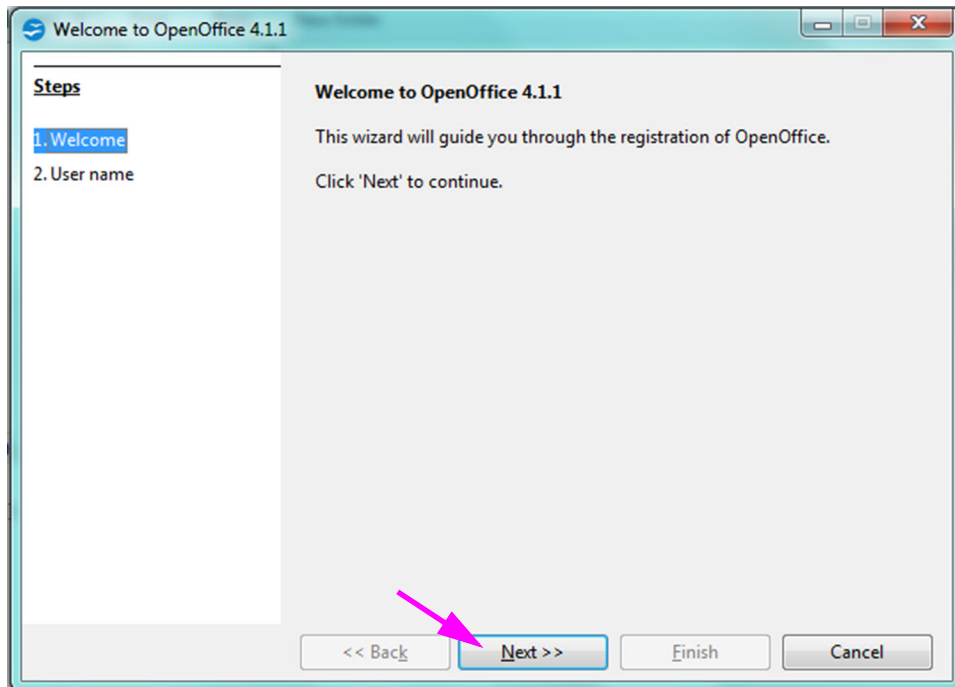

Figura D-2. Pantalla de registro de AOO
2. Cuando se inicie AOO por primera vez, aparecerá una pantalla de registro. Consulte la figura D-2.